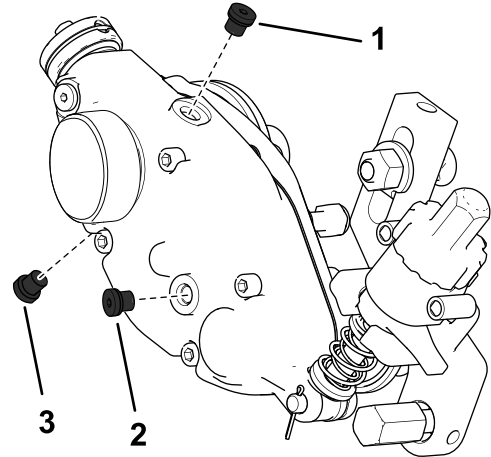

图30
2. 取出壳体底部的排油塞 图30。
3. 取出壳体一侧的加油塞并松开顶部的排气塞以使空气通过 图30。